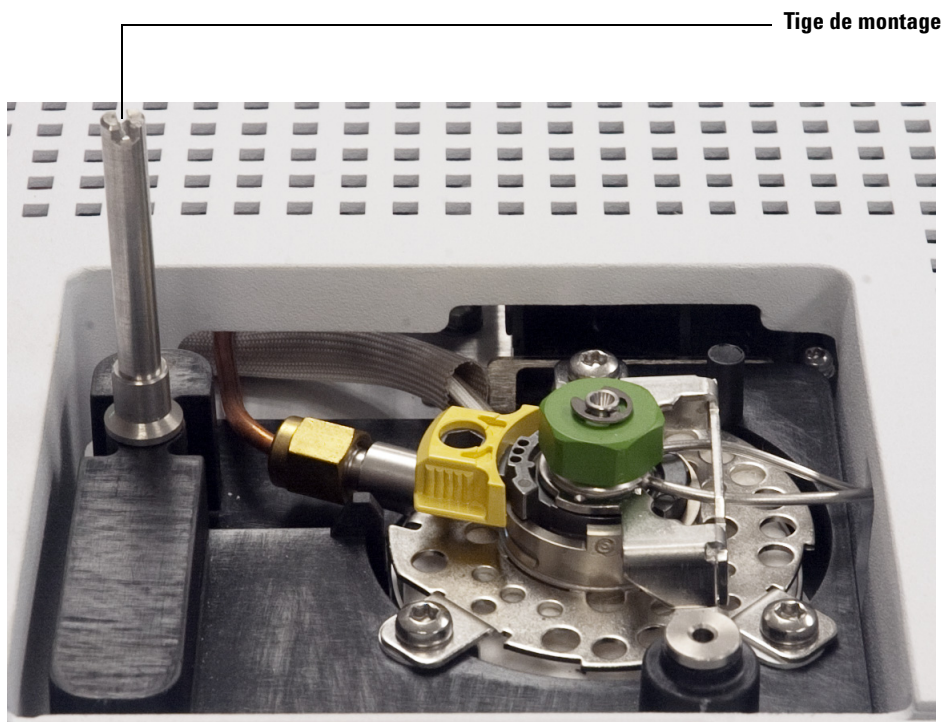

Figure 15 Tête de montage installée sur un LTM-CPG/DDM 5975T
- Pour le LTM-CPG/DDM 5975T, installez la tige de montage comme sur la Figure 15. La tige doit être entièrement enfoncée.